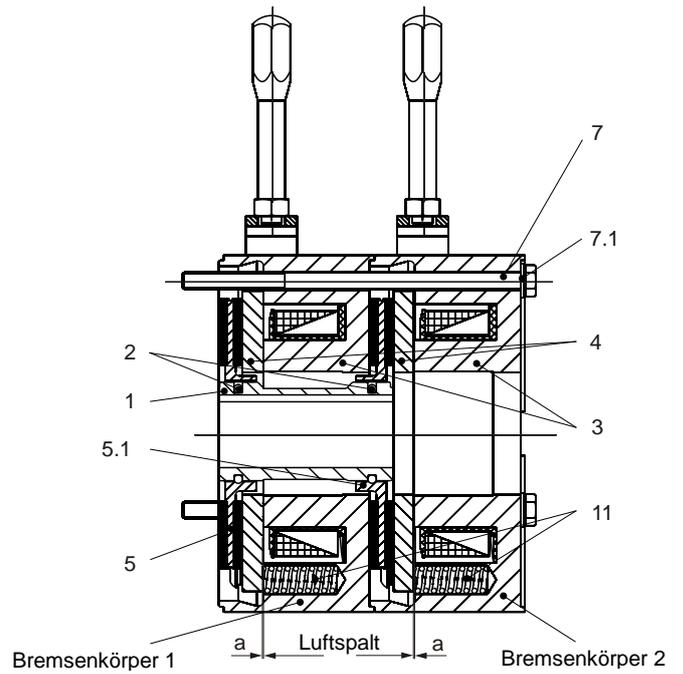

Bild 2
2. Gegebenenfalls Flanschplatte (9) mit Hilfe der Zylinderschrauben (10) an Anbaufläche montieren (Anzugsmoment nach Tabelle 3 beachten).
3. Nabe (1) mit O-Ringen (Pos. 2 / typenabhängig / **O-Ringe müssen leicht gefettet sein**) auf Welle montieren und in die richtige Position bringen (Traglänge der Passfeder über die gesamte Nabe) und axial sichern (z. B. mit einem Sicherungsring).
4. Rotor 1 (5) von Hand mit leichtem Druck über beide O-Ringe (2 / typenabhängig) auf die Nabe (1) schieben (Rotorbund zeigt von Maschinenwand bzw. Flanschplatte weg). Auf Leichtgängigkeit der Verzahnung achten. Keine Beschädigung der O-Ringe.
5. Bremskörper 1 über Nabe (1) und Rotorbund von Rotor 1 (5) schieben (Befestigungsbohrungen fluchtend zu Gewindebohrungen in Flanschplatte (9) bzw. Maschinenwand).
6. Rotor 2 (5.1) von Hand mit leichtem Druck über einen O-Ring (2 / typenabhängig) auf die Nabe (1) schieben, so dass der Reibbelag von Rotor 2 (5.1) am Bremskörper 1 anliegt (Rotorbund zeigt zur Maschinenwand bzw. Flanschplatte). Auf Leichtgängigkeit der Verzahnung achten. Keine Beschädigung des O-Rings.
7. Sechskantschrauben (7) in die Bohrungen in Bremskörper 2 stecken, danach mit Bremskörper 1 fügen (siehe Bild 2) und an Maschinenwand bzw. Flanschplatte anschrauben. Sechskantschrauben (7) mit **Drehmomentschlüssel und Anzugsmoment (nach Tabelle 3)** rundum gleichmäßig anziehen.